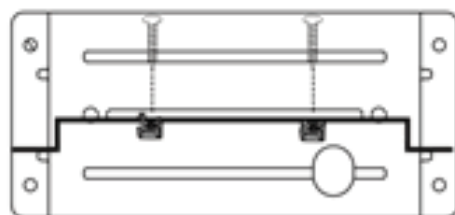

Figura 5
- 1) Instale las 2 tapas de tuerca en la brida (Figura 5)